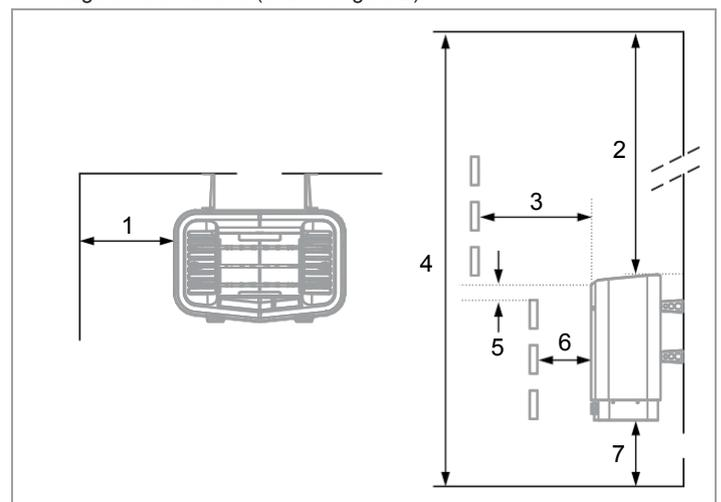

Figura 2: Posizionamento del riscaldatore - installazione normale
- a una distanza di sicurezza dal pavimento, dalle pareti laterali e dagli elementi interni (vedere Figura 2).